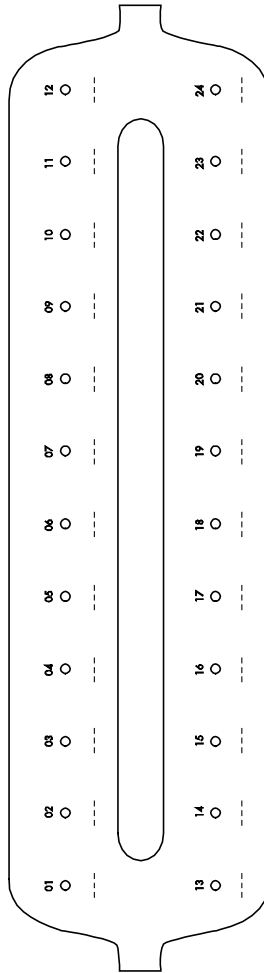

Abbildung 5. Beschriftungsvorlage für Lyseröhrchen (LT), Elutionsröhrchen (ET) und QIAamp Mini Spin-Säulen zur Verwendung auf einem QIAvac 24 Plus Vakuumsystem.
Bei Anwendung des Vakuum-Verfahrens mit dem QIAvac 24 Plus Vakuumsystem empfehlen wir, die Lyseröhrchen (LT), Elutionsöhrchen (ET) und QIAamp Mini Spin-Säulen gemäß der Vorlage in Abbildung 5 (siehe nächste Seite) zu beschriften, um eine Verwechslung von Proben zu vermeiden. Diese Abbildung kann kopiert und mit den Namen der Proben beschriftet werden. Wir empfehlen die Verwendung einer vergleichbaren Vorlage bei Einsatz anderer Vakuumsysteme oder Anwendung des Spin-Verfahrens.